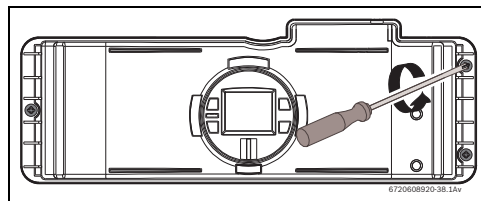
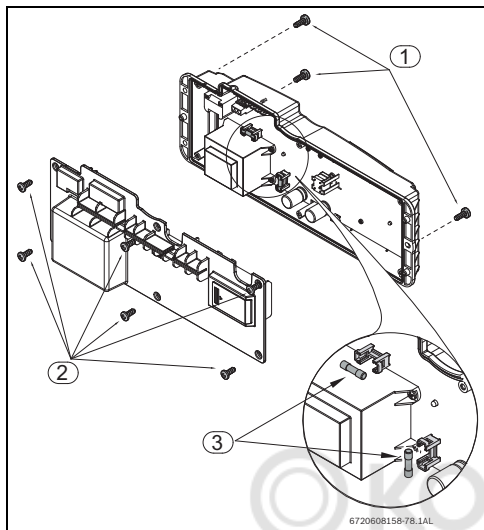

Рис. 46
Рис. 47 Расположение предохранителей
- ▶ отпустите три винта на блоке управления (Рис. 46 и Рис. 47 , поз. 1).
- ▶ Отпустите шесть винтов на задней крышке блока управления, см. Рис. 47 , поз. 2.
- Проверьте предохранители на печатной плате, см. Рис. 47, поз. 3.
- После проверки предохранителей установите все детали на место в обратном порядке (Рис. 47, поз. 3).